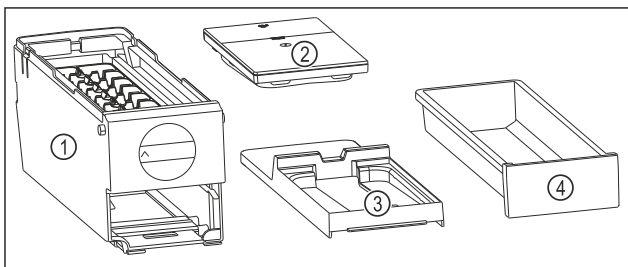

Fig. 62 Bestandteile des EasyTwist-Ice
- ▷ EasyTwist-Ice ist in vier Teile zerlegt. (siehe Fig. 62)
- ▶ EasyTwist-Ice nur in abgebildete Bestandteile zerlegen. (siehe Fig. 62)
- ▶ EasyTwist-Ice-Korpus Fig. 62 (1) als Ganzes reinigen.